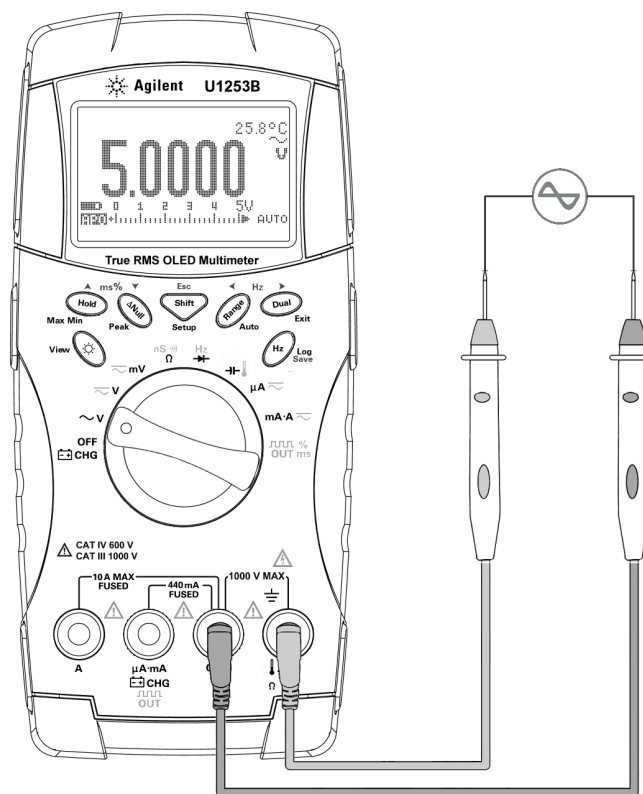

図 2-1 AC 電圧の測定
- 3 赤と黒のテスト・リードをそれぞれ入力端子 **V.mV** (赤) と **COM** (黒) に接続します (図 2-1 (31 ページ) を参照)。